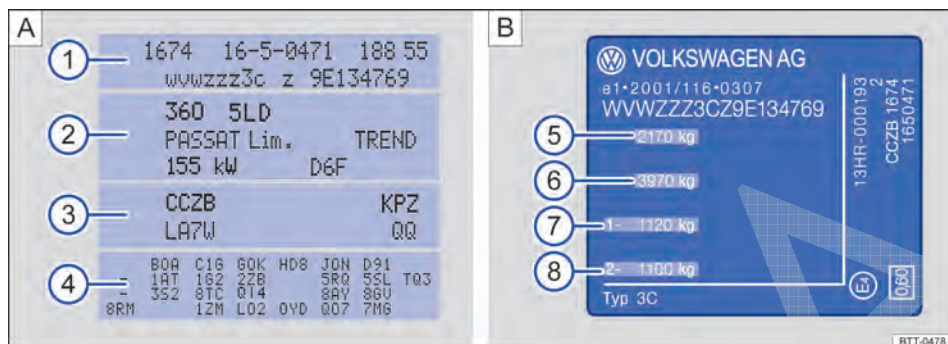

Fig. 16 A: etiqueta de dados do veículo: na figura de exemplo com o código do motor CCZB ③. B: placa de identificação.
A etiqueta de dados do veículo ⇒ Fig. 16 A está colada na área dos pedais e contém os seguintes dados:
- ① Número de identificação do veículo (número do chassi)
- ② Modelo do veículo, potência do motor, transmissão
- ③ Código do motor e da transmissão, código da cor, acabamento interno. No exemplo, o código do motor é "CCZB" ⇒ Fig. 16.
- ④ Equipamentos opcionais, números PR
A plaqueta de identificação ⇒ Fig. 16 B está visível na coluna da porta após abertura da porta do condutor. Veículos para determinados países de exportação não possuem etiqueta de identificação.